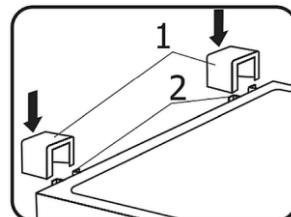

Рис. 4
- Взять две опоры (1) и вставить их в направляющие (2) в верхней части задней стенки (рис.4).